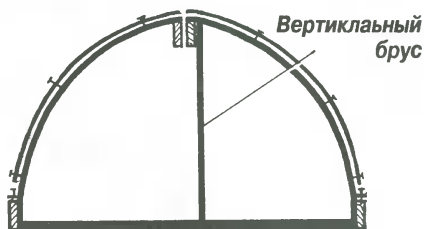

Рис. 9. Вертикальный брус придает своду необходимую жесткость.
10. В торцах ставят один (или несколько) вертикальный брус (рис. 9).